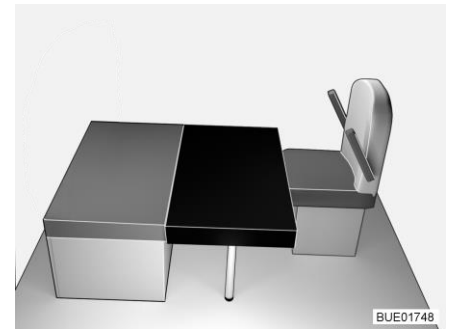

Fig. 152 Après la transformation
- Poser le coussin supplémentaire rectangulaire sur la table (devant le coussin d'assise de la banquette, voir Fig. 152). La découpe dans le coussin supplémentaire se trouve contre la paroi d'appui avant.